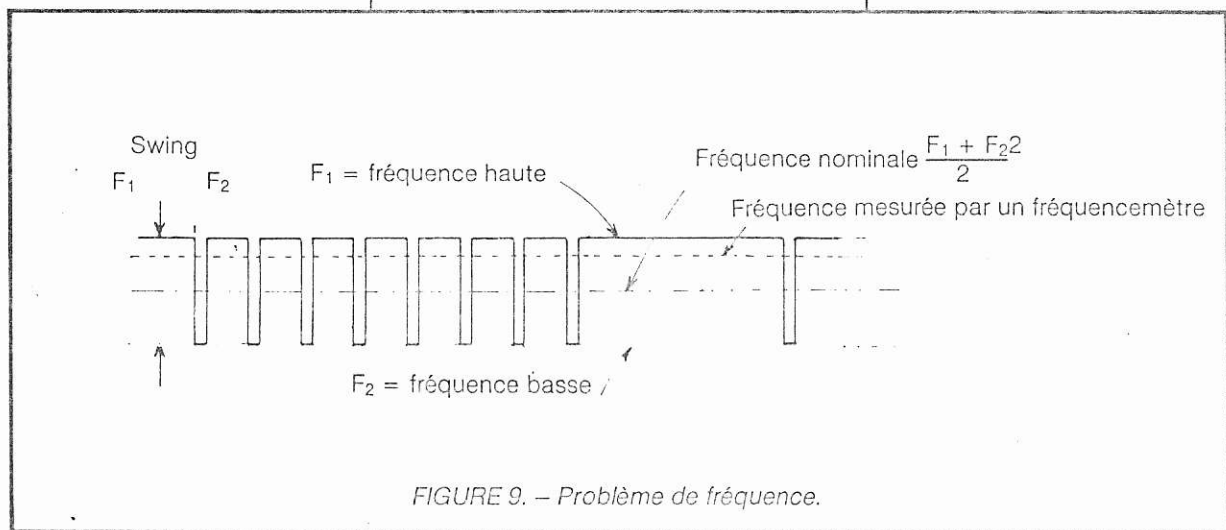

FIGURE 9. — Problème de fréquence.
N.B. — Si vous en disposez, connectez le fréquencemètre entre A et masse. Vérifiez que la fréquence FI est correcte. Mais attention ! En modulant avec le signal typique de la figure 9, classique de la séquence RC, on constate que la fréquence basse d'émission (donnée par les niveaux hauts du signal) n'existe que pendant les impulsions de 300 μ s, tandis que la fréquence haute est produite bien plus longtemps ! Dans ces conditions, le fréquencemètre indique une valeur moyenne qui n'est pas du tout la moyenne arithmétique des fréquences haute et basse. Voyons mieux cela sur un exemple chiffré.